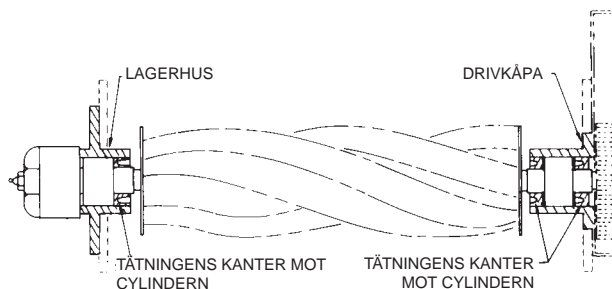

Fig. 32
2. Sätt i den yttre tätningen (kanten inåt för att tätta med smörjmedel) i drivkåpan med Loctite 242-tätmassa på den yttre diametern. Applicera ett tunt lager olja på tätningens kanter och sätt i lagerdelarna via tätningen från motsatt sida (fig. 32).
3. Applicera ett tunt lager olja på tätningens inre kanter och sätt i den (kanten vänd från lagret och mot cylindern) i kåpan. Sätt i tätningen för att säkra delarna i kåpan (fig. 32).
4. Applicera ett tunt lager olja på tätningens kanter (tätningen till lagerhuset) och sätt i (kanten vänd från lagret) över lagerdelarna (fig. 32).